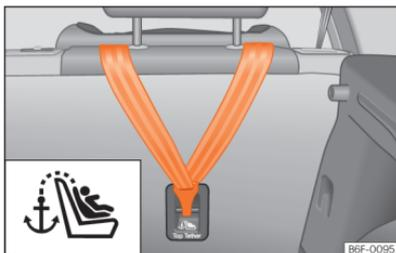

Fig. 39 Parte posterior dos bancos traseiros: argolas de fixação para o cinto Top Tether.
As cadeiras infantis com sistema Top Tether incluem uma correia adicional para fixação a um ponto de fixação no veículo. Este ponto de fixação encontra-se na parte traseira do encosto do banco traseiro (identificado com o símbolo ) e proporciona maior retenção »» **Fig. 39.**
- Deslize a correia e fixe-a corretamente na fixação da parte posterior do encosto »» **Fig. 39.**